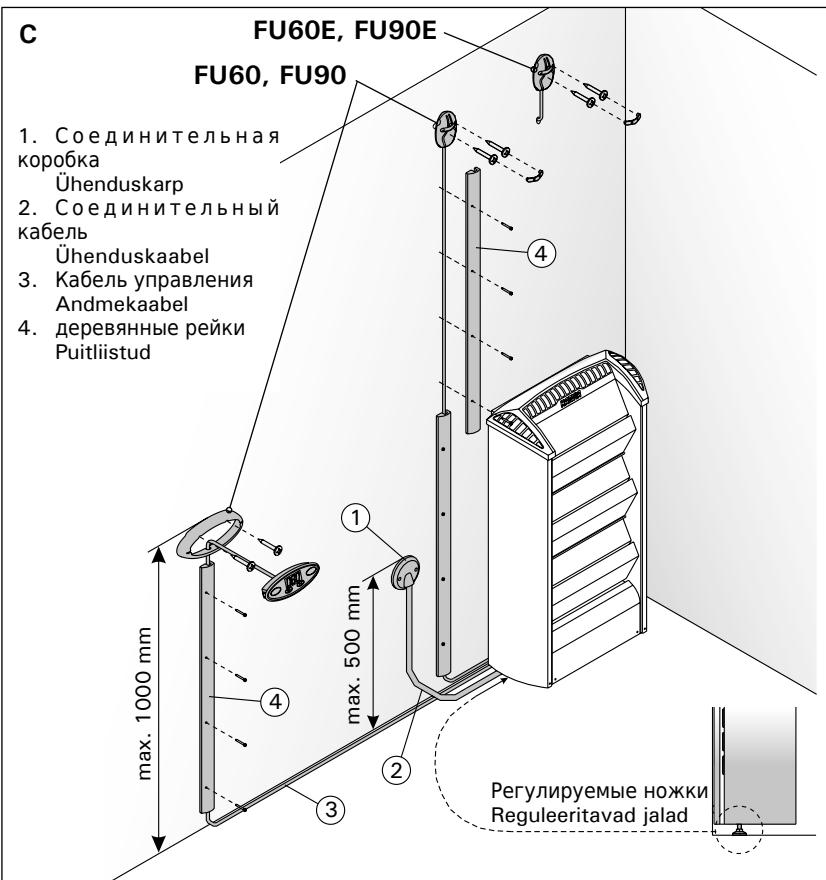

Рисунок 7. Расположение монтажной рамы каменки и подключение каменки
- С помощью прилагаемых шурупов прикрепите к стене монтажную раму, соблюдая минимальные расстояния, указанные в таблице 2 и на рис. 5. Установка рамы изображена на рис. 7.
- Каменка гибким проводом подсоединяется к соединительной коробке (рис. 7С: 1) в стене сауны. Соединительная коробка должна быть брызгозащищенной и находиться на расстоянии не более 500 мм от пола.
- В качестве кабеля (рис. 7С: 2) следует использовать резиновый кабель типа HO7RN-F или подобный. **ВНИМАНИЕ! Использование изолированного ПВХ кабеля запрещено вследствие его разрушения под воздействием тепла.**
Панель управления каменки FU поставляется в комплекте с тремя деревянными рейками, которыми можно закрыть кабель управления, установочным фланцем и двумя винтами для крепления панели на удобной высоте. Если в стене имеется канал для прокладки кабелей, то кабель, ведущий к панели управления, можно скрыть в стене. В противном случае монтаж следует производить по поверхности стены. См. рис. 7. Сигналы, передаваемые панелью управления, являются слаботочными сигналами. Поэтому панель безопасна при установке на основание из любого материала.